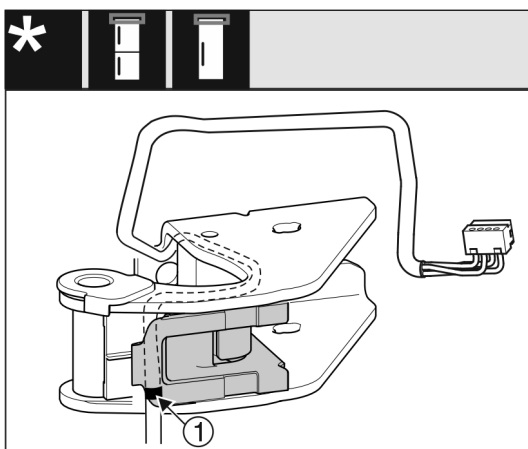

Fig. 28
- ▷ La marcatura centrale deve risultare sul bordo del supporto cavi Fig. 28 (1).